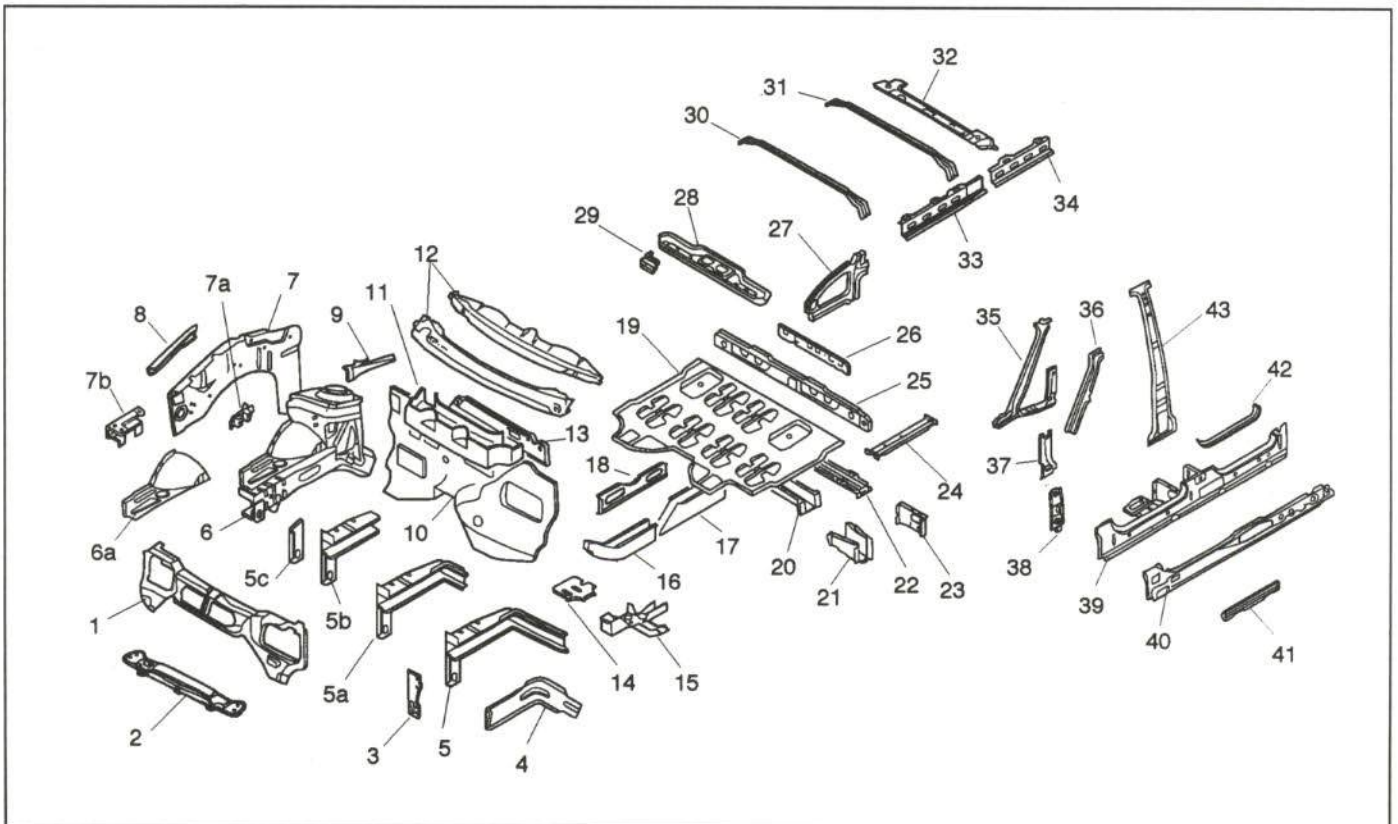

Figura 8.- Despiece interior delantero
- Exterior trasero (figura 8).